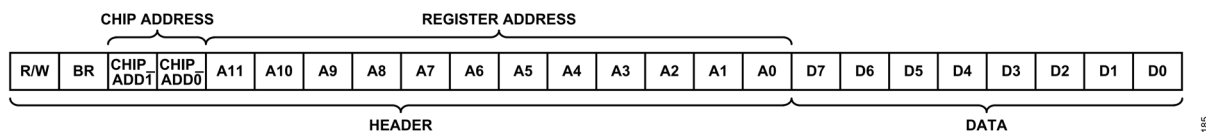

図 179. シングル SPI フレームのタイミング図
シングル SPI の命令の場合、通信フレームは 24 ビット幅であり、16 ビットのヘッダと 8 ビットのデータで構成されます。ヘッダには、R/W ビット、ブロードキャスト (BR) ビット、2 ビットのチップ・アドレス・ビット、12 ビットのレジスタ・アドレス・ビットがあります。ヘッダおよびデータはどちらも、MSB ファースト形式であり、SCLK の立上がりエッジでチップがロジック・レベルをサンプリングするときに、SDIO でシフト・インさせる必要があります。SPI 通信フレームについては図 179 を参照してください。